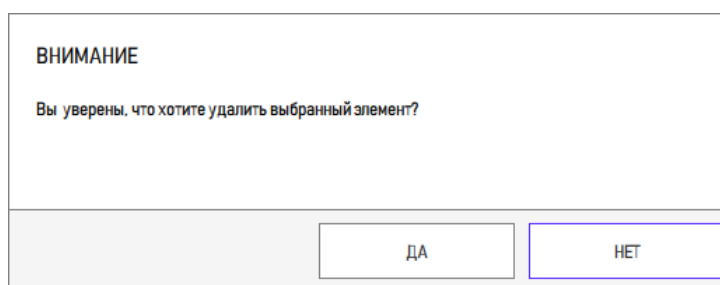

Рисунок 181 – Диалоговое окно для подтверждения действия
4) В открывшемся диалоговом окне нажать кнопку «Да» для подтверждения действия (рисунок 181).